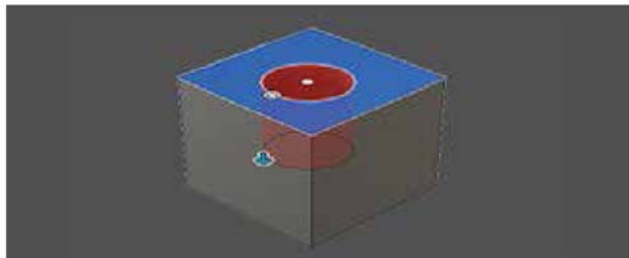

图 2-50
(7) **孔**: 根据用户指定的值和选择创建孔。选择面以放置孔, 然后选择边以在面上定位孔, 指定孔类型和尺寸值, 如图 2-50 所示。